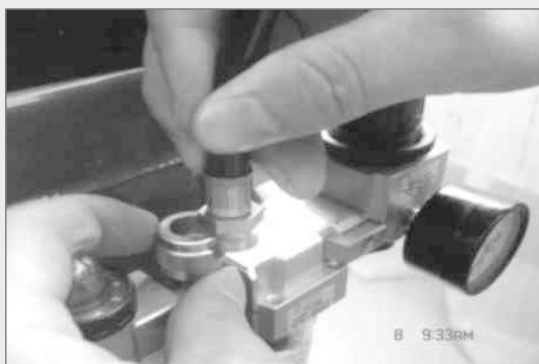

Рисунок 14
3. Подсоедините пистолет для накачивания или корпус шинного манометра: вставьте адаптер пистолета для накачивания или корпуса шинного манометра в паз (рис. 14) в открытой гайке, находящейся на патрубке источника воздуха. Затяните открытую гайку, а затем подключите источник воздуха.